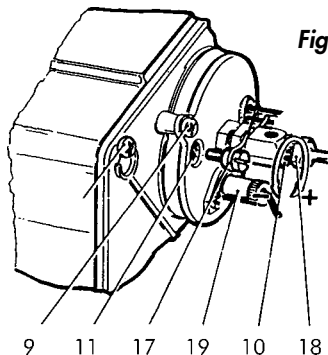

Fig. 8
- Effettuare la ricarica del blocco agendo sul pulsante (20).
- Regolare la fiamma agendo opportunamente; sia sulla regolazione dell'aria tramite la vite (13) e relativa ghiera (12), che sull'avanzamento o arretramento del canotto portaugello (10); per quest'ultima regolazione agire sulla vite (17).
- Si consiglia di avanzare il canotto "+" per portate elevate o prossime alla portata massima ed arretrarlo "-" per portate ridotte (vedi fig. 8).
N.B.: Se il bruciatore non si mette in funzione, controllare che sia avvenuto l'innesco della pompa e, in caso contrario, provvedere manualmente svitando la vite attacco manometro (27) e riavvitandola non appena si denota la fuoriuscita dell'olio combustibile dal foro.